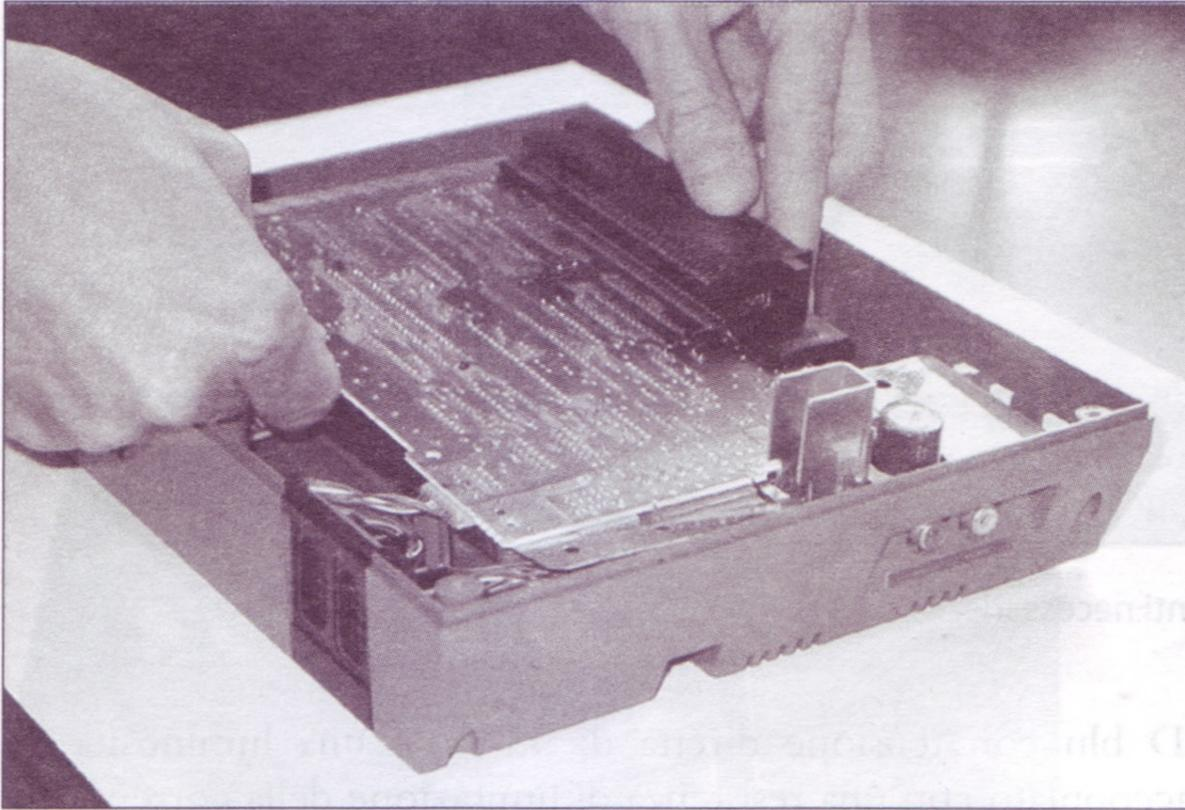

Figura 6.15 Collegamento del nuovo connettore per cartucce a 72 pin.
3. Ora non rimane che collegare il nuovo connettore per cartucce a 72 pin sulla scheda dei circuiti. Questa operazione avviene allineando il connettore per cartucce con la scheda e facendolo scorrere al suo posto (Figura 6.15). Il connettore per cartucce deve montarsi saldamente sulla scheda dei circuiti; potreste dover spingere con un po' di forza per inserirlo completamente nella sua sede.